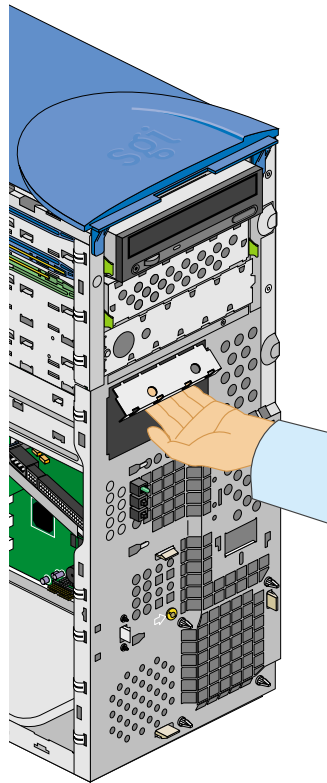

Figura 2-7 Extracción de la cubierta de unidades de 3,5 pulgadas
- Sujete la cubierta por la parte inferior y tire de ella. Esto permite romper las conexiones de la cubierta con el chasis. En la Figura 2-7 se muestra este procedimiento.